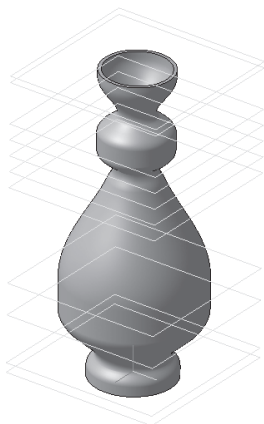

Рис. 263
-  – создайте объект (рис. 263).